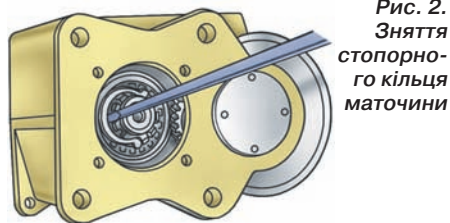

Рис. 2. Зняття стопорного кільця маточини
6. Зніміть стопорне кільце маточини синхронізатора (рис. 2) і вийміть вторинний вал назад. При цьому всі шестерні з валу знімуться, а підшипник залишиться на валу.